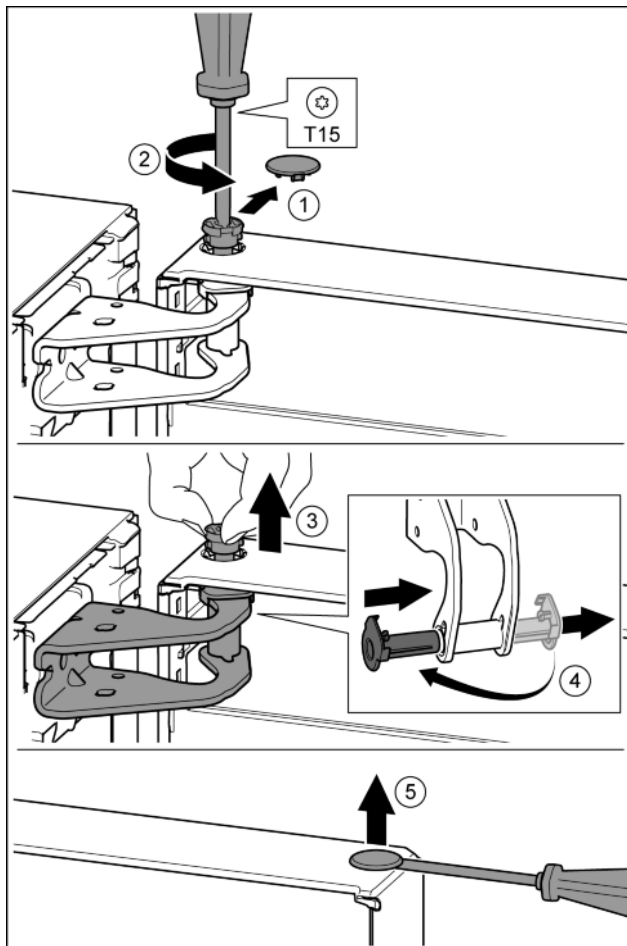

Fig. 8
- ▶ Ostrożnie zdjąć osłonę zabezpieczającą. Fig. 8 (1)
- ▶ Sworzeń wykręcić nieco przy pomocy śrubokręta T15. Fig. 8 (2)
- ▶ Przytrzymać drzwi i wyjąć sworzeń palcami. Fig. 8 (3)
- ▶ Tuleję łożyskową wyjąć z prowadnicy. Założyć z drugiej strony i zazębnić. Fig. 8 (4)
- ▶ Zatyczkę ostrożnie podważyć przy pomocy śrubokręta i wyjąć z tulei łożyskowej drzwi. Fig. 8 (5)